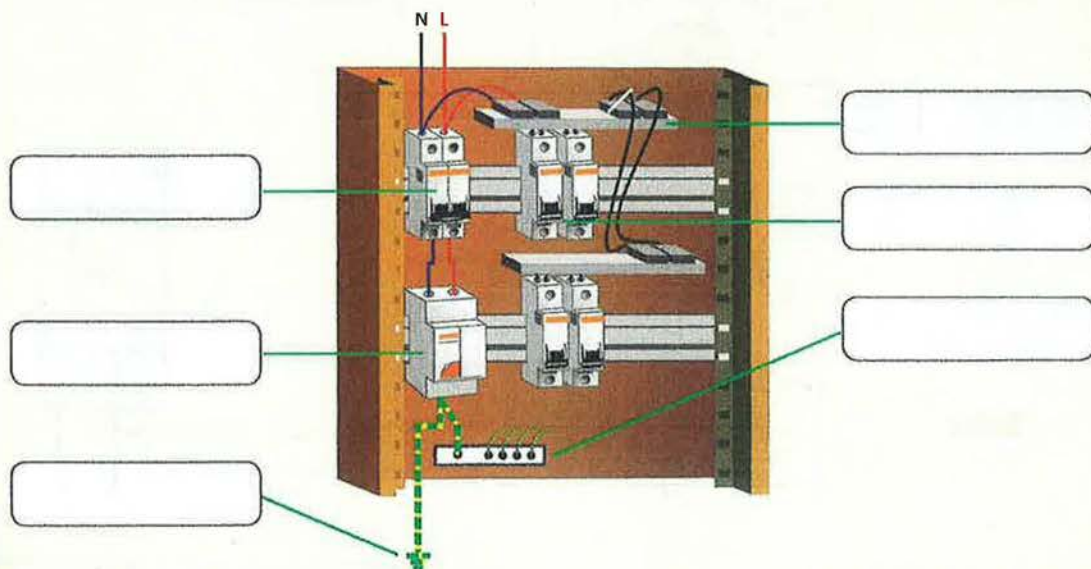

Figura 2.103. Representación de un cuadro eléctrico con aparata de protección.
- 2.4. Dada la Figura 2.103, que representa a varios dispositivos y protecciones eléctricas en un cuadro general, resuelve las siguientes cuestiones: